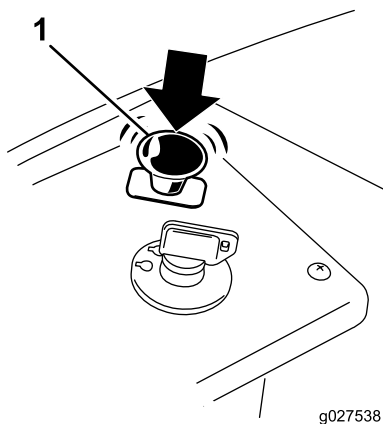

Bild 14
1. Stellen Sie den Zapfwellenantriebsschalter in die Aus-Stellung, um die Messer auszukuppeln (Bild 14).